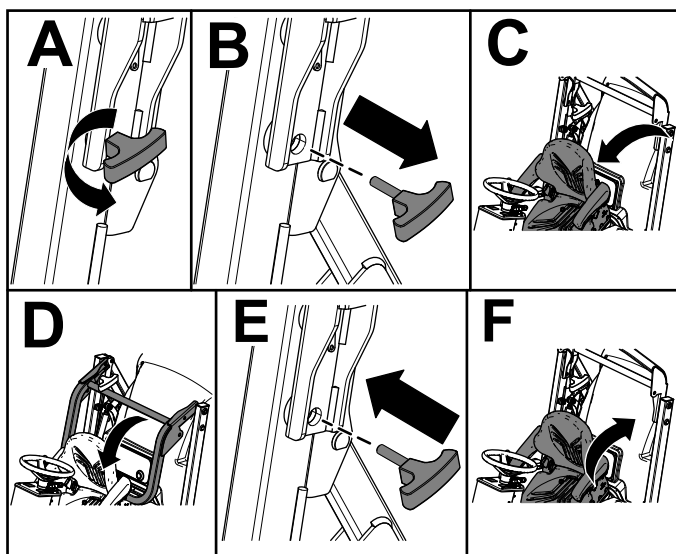

Figura 15
4. Inclinate il sedile in avanti (Figura 15).
5. Togliete i perni della manopola dal roll bar (Figura 15).
6. Abbassate il roll bar e fissatelo in posizione con i perni della manopola (Figura 15).
7. Inclinate il sedile indietro alla posizione di bloccaggio (Figura 15).